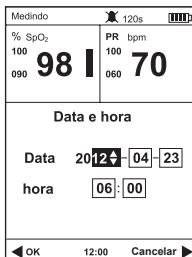

Fig. 4-2
2) Pressione o botão de navegação para seleccionar "Data e Hora" item, e pressione o botão de OK para entrar na tela de configuração da hora, consulte Fig.4-2.